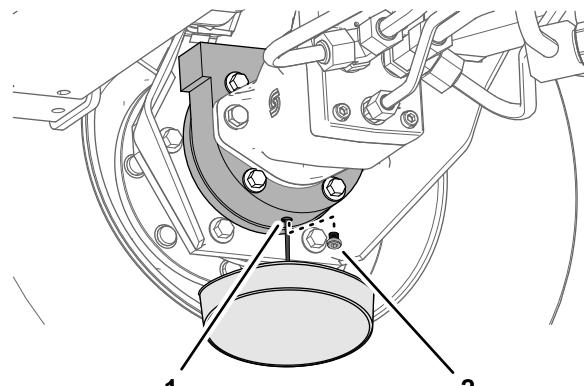

Bild 140
6. Stellen Sie eine Auffangwanne unter das Bremsgehäuse, entfernen Sie die Ablassschraube und lassen das Öl ganz ablaufen (Bild 140).